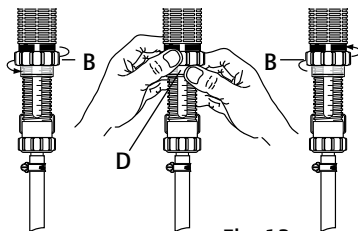

Fig. 13
- Allentare il dado di ritenuta (Fig. 13-B).
- Mantenerlo avvitando o svitando il dado trasparente (Fig. 13-D).
- Ristringere il dado di ritenuta (Fig. 13-B).